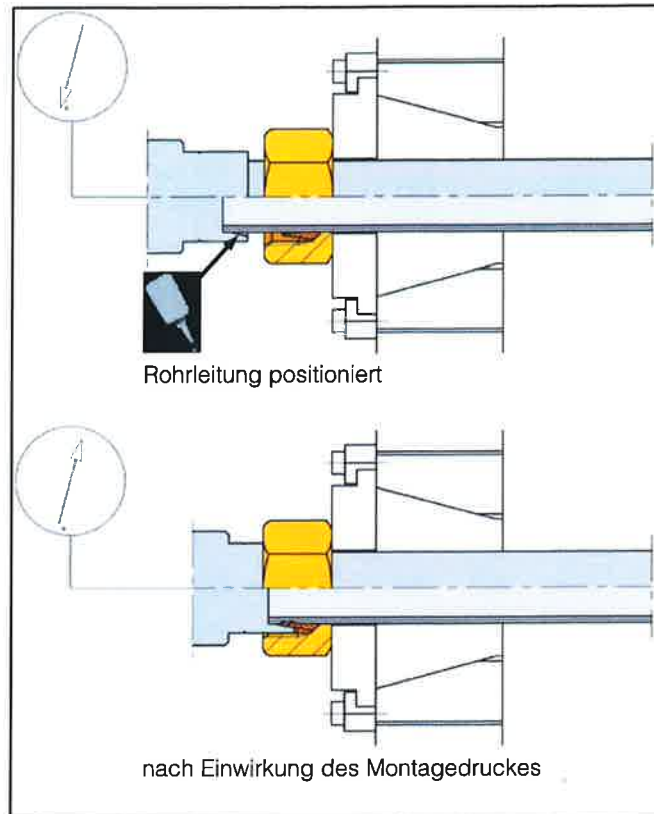

Abbildung 7: Vormontage Schneidring
- Konus des Vormontagegestützens leicht einölen, siehe Abb. 7.